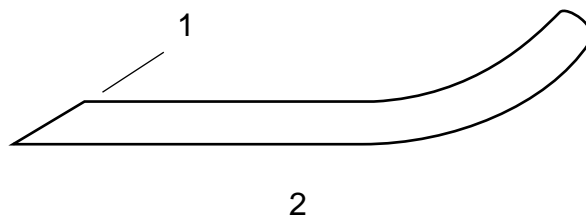

Fig. 18
5. Controllare il tagliente di tutte le lame ed affilarlo se è smussato o scheggiato. Affilare soltanto la parte superiore del tagliente, e mantenere l'angolo di taglio originale per garantire prestazioni ottimali (Fig. 18). La lama rimane equilibrata se viene tolto lo stesso quantitativo di metallo da entrambi i taglienti.